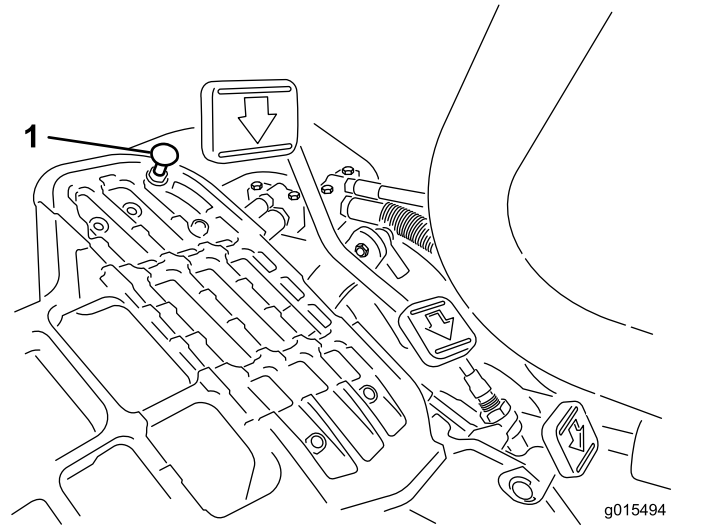

图45
要获得最大行驶速度，请将功能控制杆放在行驶位置，并踩下驱动踏板。如果在拉线感到张紧力之前，踏板接触到限位器（图45），请执行以下调节程序：
1. 将功能控制杆放在行驶位置，松开将踏板限位器固定至底板上的锁紧螺母（图45）。